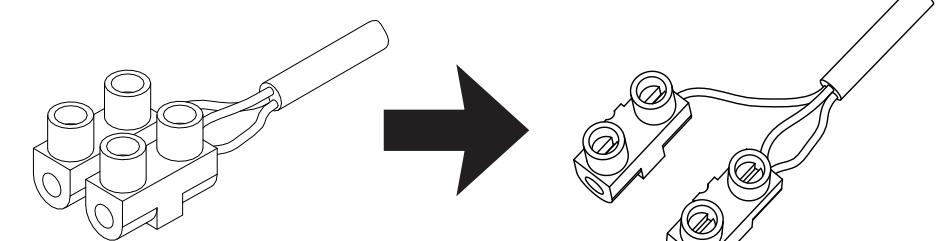

Рисунок 3. Разделение секций клеммной колодки.
**7.5.** При необходимости размещения клеммной колодки за светильником (между стеной и корпусом светильника) нужно разделить секции колодки путём разрезания пластиковой перемычки на колодке (рис. 3) и уложить секции колодки между корпусом светильника и стеной при его установке.